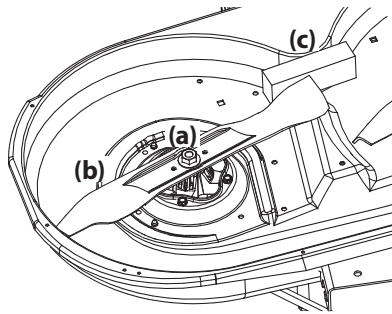

Figura 59
2. Use una llave de $\frac{15}{16}$ " para sostener la tuerca hexagonal en la parte superior del conjunto del husillo cuando afloje la tuerca hexagonal (a) que fija la cuchilla (b). Se puede colocar un bloque de madera (c) entre el alojamiento de la plataforma y el borde de corte de la cuchilla (b) para ayudar a aflojar la tuerca hexagonal (a) que fija la cuchilla. Consulte la Figura 59.